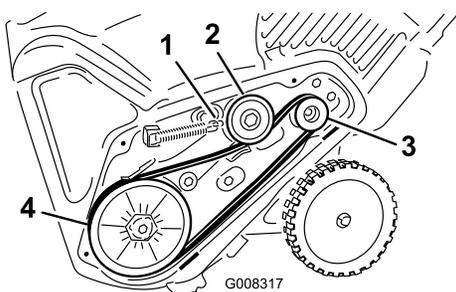

图 29
5. 安装新传动皮带并按照图 29 所示进行布置。
8. 将制动弹簧安装到总轮臂上图 29。